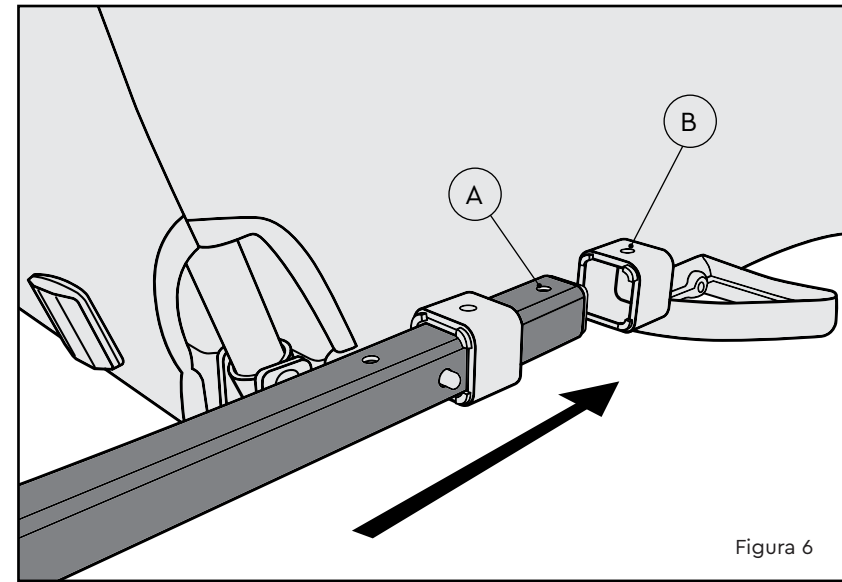

Figura 6
1. Oprima el retén e introduzca la barra de remolque en el receptor de la barra de remolque hasta que el orificio A esté alineado con el orificio B (Figura 6).